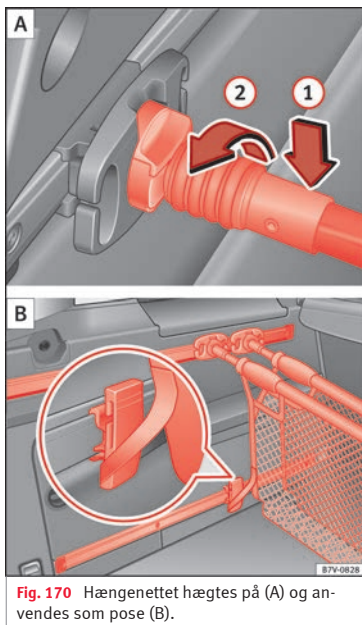

Fig. 170 Hængenettet hægtes på (A) og anvendes som pose (B).
Sæt stangen ind i hængenetholderen oppefra » **Fig. 170** ①, og drej den 90° mod venstre ②. Den røde markering på stangen må ikke kunne ses » **⚠**.
- Hægt hængenettets fastgørelsesbånd på et forskydeligt fastgørelseselement nedefra » **Fig. 170 B**.